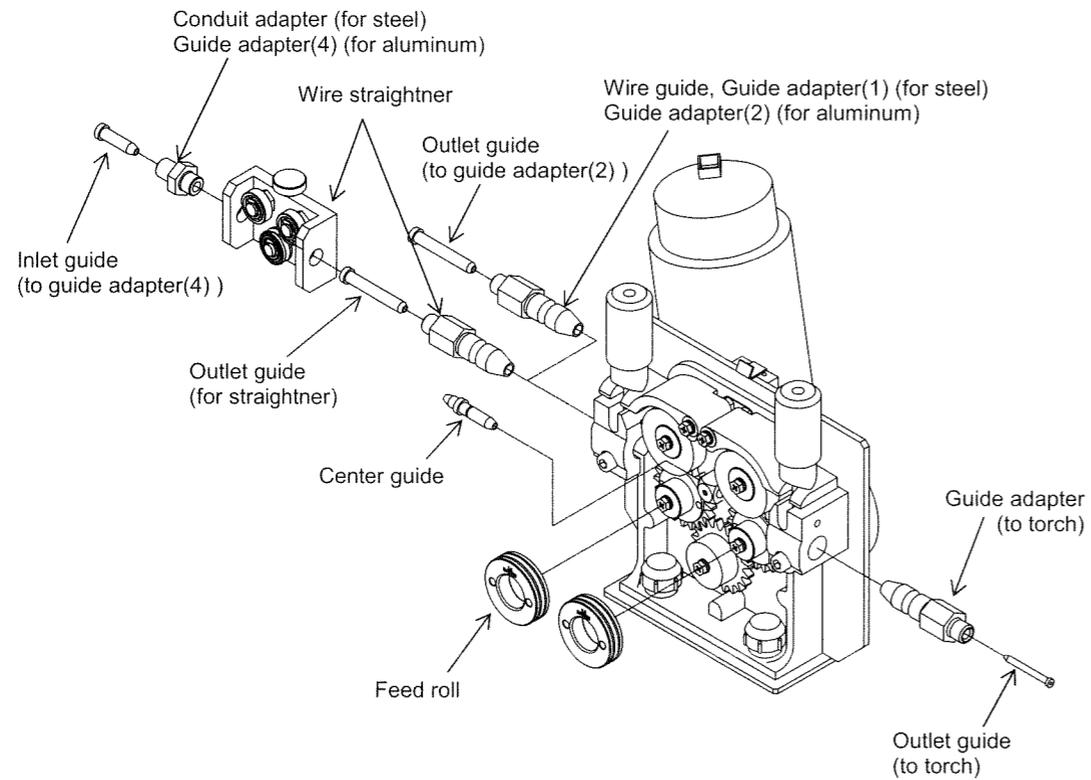

Fig.4 Optional Parts Assembly
(5) アルミキット (図4)
ワイヤストレート用部品 (図4)
(4) コネクタ接続用部品 (図4)
⑧ パーツリスト (続き)
(1) Feed roll・Pressure roll (Fig.4)
(4) Center guide (Fig.4)
(5) Torch connection part (Fig.4)